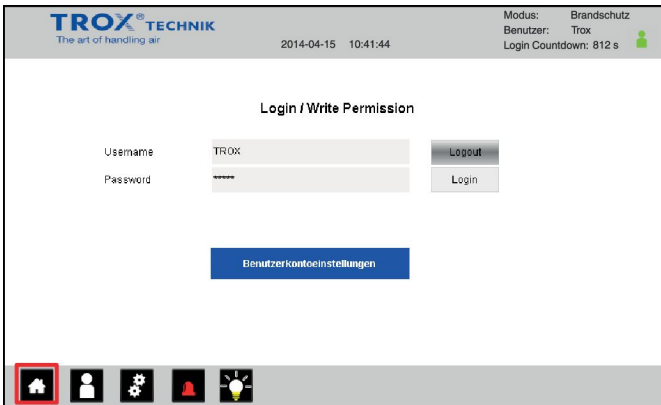

Abb. 27: Bildschirm Anlagenübersicht öffnen Variante 1
- ▶ Nach dem Anmelden die Schaltfläche  (Abb. 27) drücken.